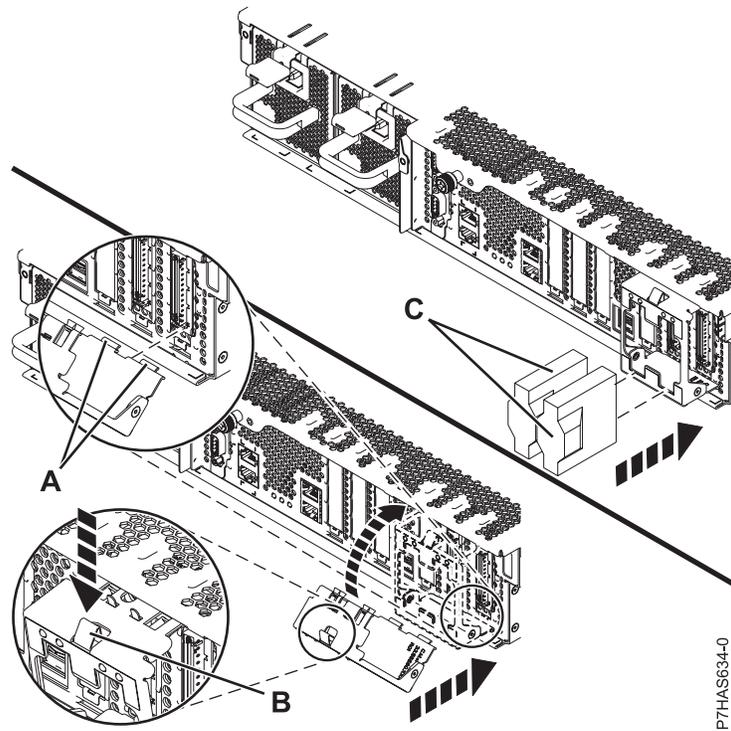

Abbildung 13. Kabelhalterung installieren
8. Wenn die Kabelhalterung (siehe Abb. 13 auf Seite 15) bereitgestellt wird, führen Sie die folgenden Schritte aus:
- a. Drehen Sie die Kabelhalterung (A) (siehe Abb. 13 auf Seite 15), um die untere Haltezunge der Halterung in den Schlitz in der Baugruppe einzuhaken.
- b. Drehen Sie die Kabelhalterung zum Gehäuse hin und schieben Sie die Halterungsverriegelung (B) in die Gehäuseöffnung, um die Halterung zu befestigen.
9. Schließen Sie an der Rückseite des Systems die Adapterkabel (C) an.